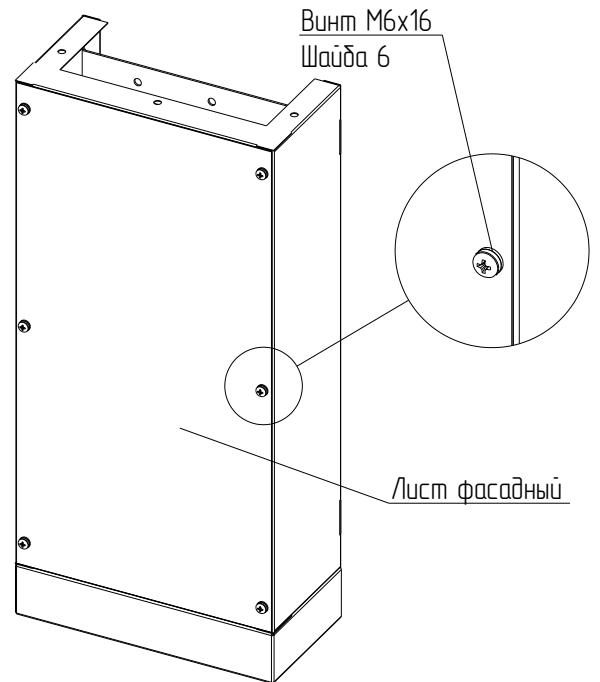

Рисунок 2
2.2 Выверните 6 винтов М6х16 и снимите лист фасадный (рисунок 2). Винты и шайбы сохраните.
4.2 Выверните 6 винтов М6х16 и снимите лист фасадный (рисунок 2). Винты сохраните.